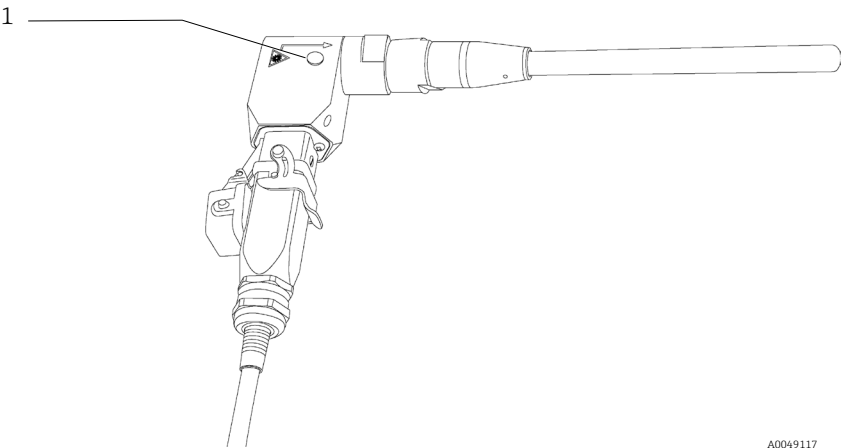

Figure 2. Indicateur laser à LED (1) sur le connecteur fibre EO à angle droit
- Configurations à connecteur EO à angle droit (figures 2 à 4). L'indicateur est situé sur la coque de raccordement de la fibre. Lorsque le laser est susceptible d'être mis sous tension, le voyant s'allume.